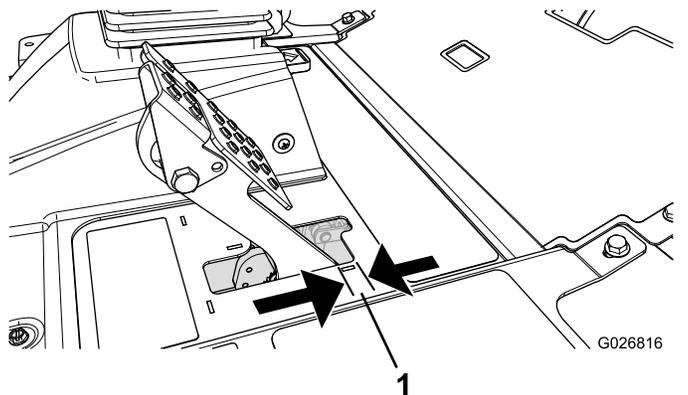

Figura 97
Regolate i freni se il pedale ha un "gioco" superiore a 2,5 cm o quando è necessaria maggiore forza di tenuta (Figura 97). Per gioco s'intende la distanza che il pedale percorre prima che si avverta la resistenza della frenata.
2. Serrate il dado posteriore per spostare indietro il cavo, finché i pedali del freno non hanno un gioco compreso tra 0,63 e 1,27 cm, prima che la ruota si blocchi (Figura 97).